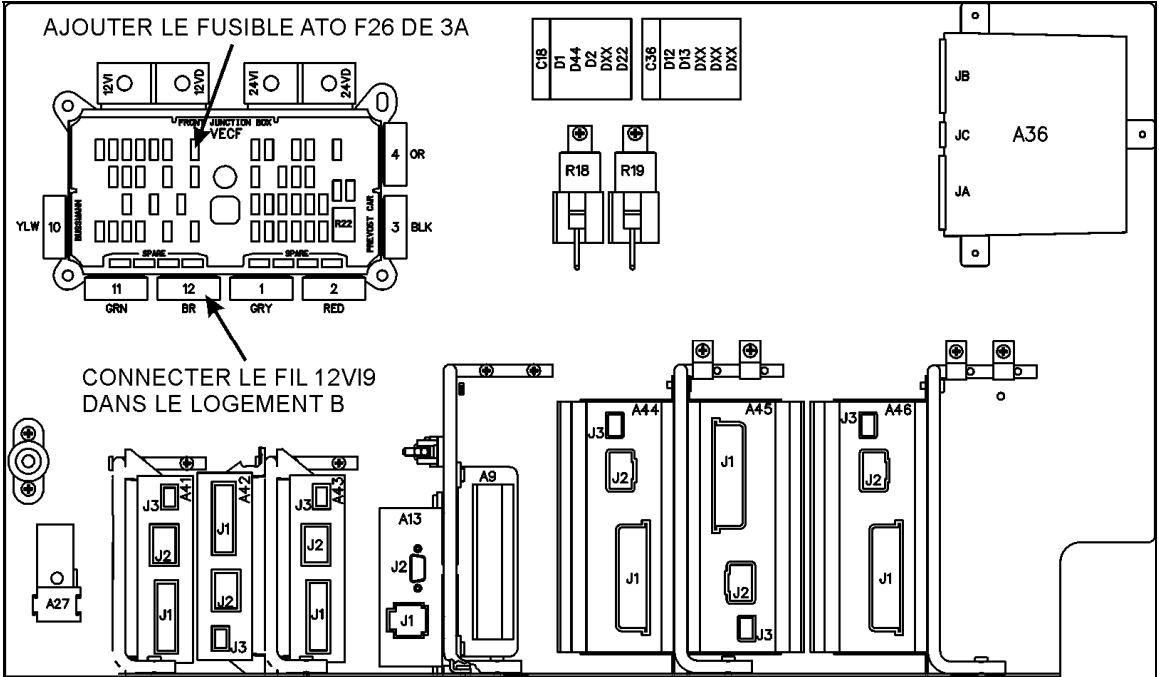

FIGURE 5
*Les autocars X3-45, les carrosseries XLII multiplexées et les véhicules H3 multiplexés jusqu'au 5-0229 doivent utiliser le câble de jonction (066583) pour raccorder le récepteur au VECF. Connecter le fil 12VI9 dans le logement de contact B du connecteur 12 du VECF. Connecter le fil de mise à la masse OFB3 à un des goujons avant de mise à la masse. Se référer à la figure 5.*